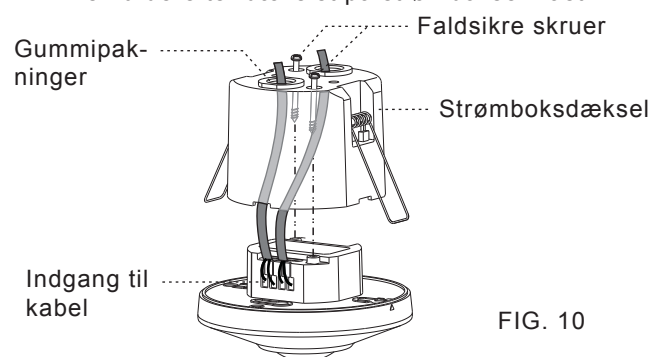

FIG. 10
- 3.4.2.2 Bryd gummipakningen på strømboksdækslet ved hjælp af en skruetrækker og før derefter ledningerne gennem det (Se FIG. 10).